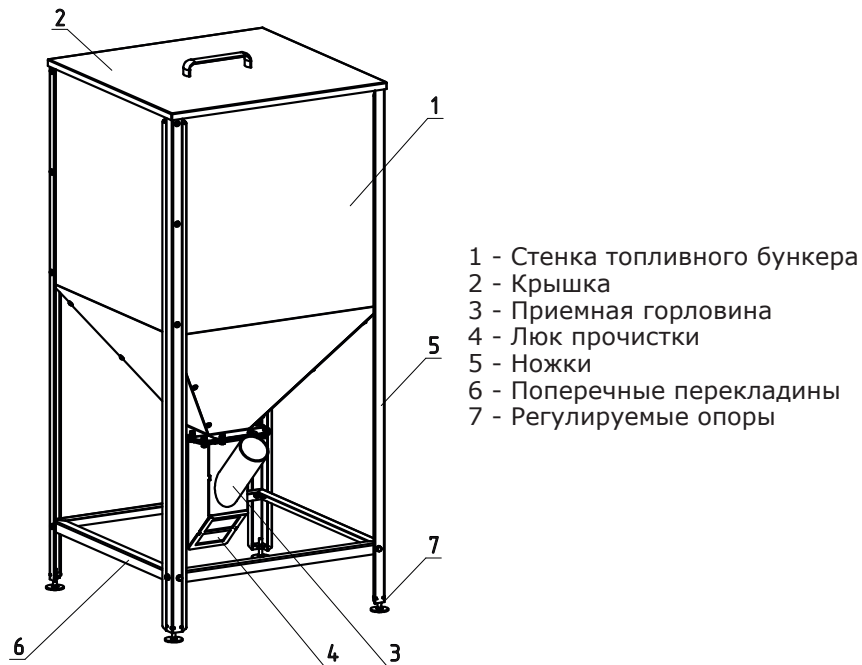

Рис.4 Топливный бункер
5.4. Топливный бункер (Рис.4) состоит из четырех одинаковых боковых панелей (поз.1), крышки (поз.2), приемной горловины (поз.3), люка прочистки (поз.4), ножек бункера (поз.5), поперечных перекладин (поз.6) и регулируемых опор (поз.7).
6.3.1. Топливный бункер (Рис.4 и 6) поставляется в разобранном виде и состоит из четырех одинаковых боковых стенок (Рис.4, поз.1), поворотной приемной горловины (Рис.4, поз.3), люка прочистки (Рис.4, поз.4), крышки топливного бункера (Рис. 4, поз. 2) и ножек (Рис.4, поз.5) с регулируемыми опорами (Рис. 4, поз. 7) и поперечными перекладинами (Рис.4, поз.6).
6.7.1. Механизм подачи топлива (Рис.3) устанавливается в топливный бункер свободным концом трубы (поз.4) в приемную горловину (Рис.4, поз.3) до упора.
6.7.2. Затем необходимо развернуть приемную горловину топливного бункера (Рис.4, поз.3) в положение, чтобы гибкий шланг (Рис.3, поз.6) механизма подачи топлива мог соединиться трубой приема топлива (Рис.2, поз.10) и обеспечивалось гарантированное скатывание топлива по гибкому шлангу (Рис.3, поз.6) в приставную пеллетную горелки (Рис.2) через трубу приема топлива (поз.10).